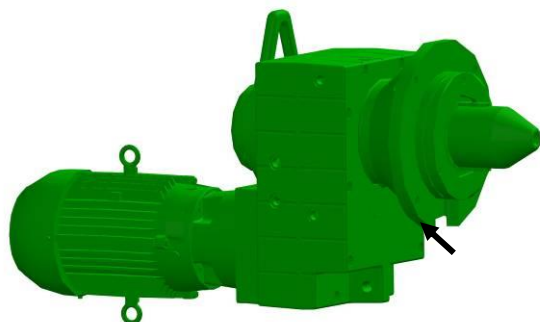

Fig. 13-3 Ouverture de contrôle
- Contrôle visuel de l'étanchéité de la machine et du réducteur (voir chapitre 13.1.1 Fig.13-3 Ouverture de contrôle du réducteur)